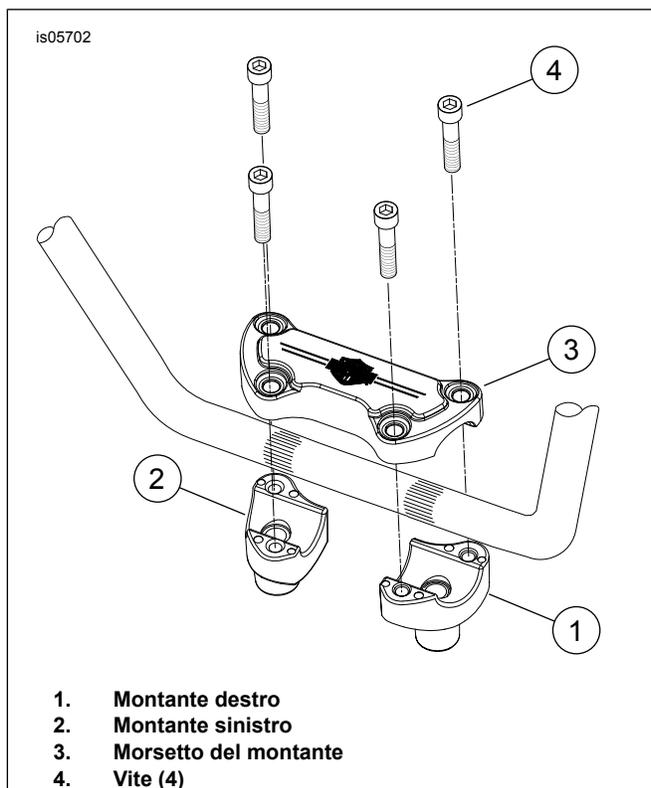
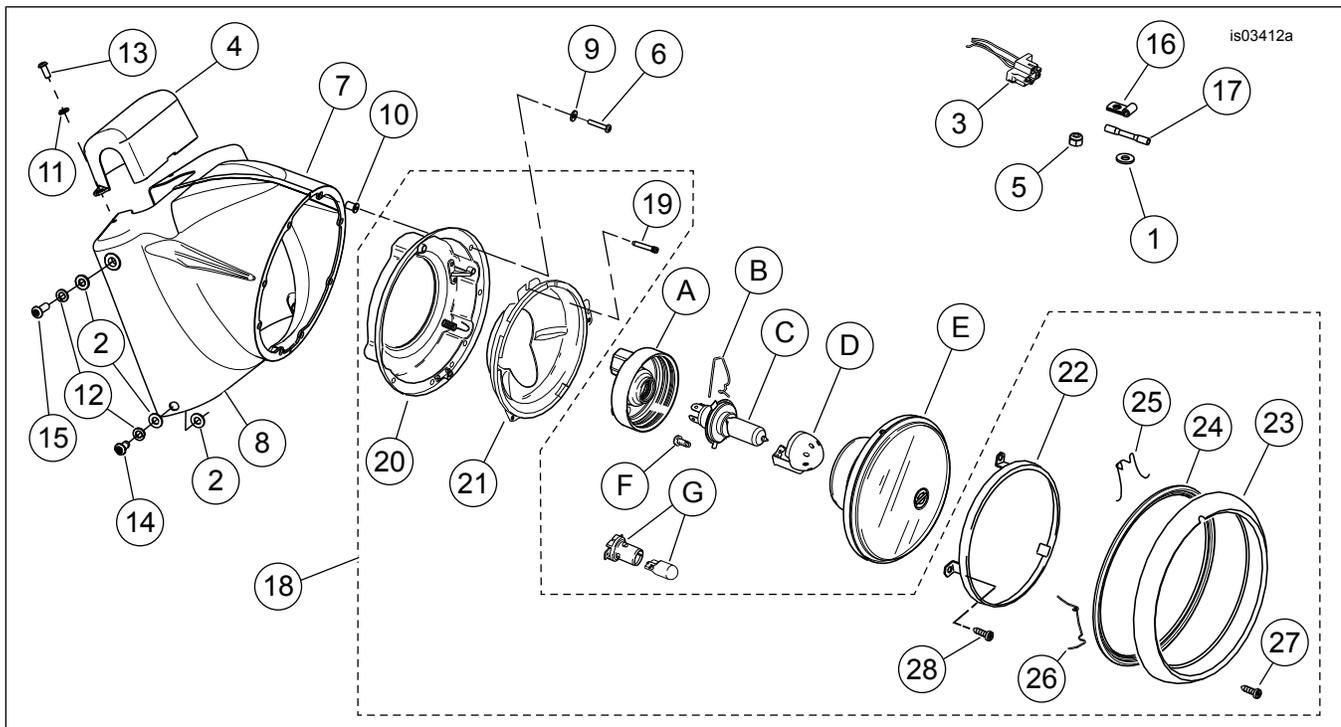

Figura 4. Orientamento del montante – FLSTC
Figura 10. Parti di ricambio: Kit gondola del faro anteriore Freight Train
- Vedere Figura 4. Installare i nuovi montanti (N° codice kit 46809-09), orientati come mostrato, sulla piastra superiore della forcella con le viti, le rondelle e le rondelle di sicurezza originali. Installare il cavo di massa e la rondella di sicurezza, a denti interni sulla vite destra del montante. Non serrare i dispositivi di fissaggio.
- Installare il morsetto del montante (3) sui montanti (1 e 2) sopra il manubrio con quattro viti (4) prese dal kit.
10. Vedere Figura 10. Inserire i dadi passanti (10) nei fori nelle gondole. Installare la gondola destra (7):
- Fissare la parte inferiore della gondola alla piastra della forcella una vite della lunghezza di 16 mm (5/8 in) (14), una rondella di sicurezza (12) e due rondelle piatte (2). Posizionare una rondella piatta all'interno e all'esterno della gondola per allineare questa a filo con i coperchi dei foderi della forcella. Non serrare i dispositivi di fissaggio.
- Fissare la parte superiore della gondola con una vite della lunghezza di 22 mm (7/8 in) una rondella di sicurezza (12) e due rondelle piatte (2). Posizionare la rondella piatta sulla parte esterna della gondola. La vite non deve andare in battuta nel foro. Non serrare i dispositivi di fissaggio.
11. Giuntare il cablaggio (3) del faro anteriore con i fili tagliati nel corso delle operazioni di cui al punto 6:
- Inserire ciascuna estremità di filo giuntata nelle estremità opposte di un connettore a giunto di testa a tenuta (17).
14. Vedere Figura 10. Fissare la tubazione del freno sul retro della gondola lato destro, usando due appositi morsetti (16) contenuti nel kit. Fissare i morsetti alla gondola del lato destro con le viti originali lunghe 16 mm (5/8 in), rondelle piatte con diam. interno da 6,4 mm (1/4 in) (1) e dadi bloccanti (5) (le rondelle devono essere installate sotto il dado).
17. Installare il faro anteriore e relativo guscio nella gondola usando otto rondelle (4) e viti (5) del kit.
18. Vedere Figura 10. Collocare al suo posto il coperchio del manubrio (4) e fissarlo con le viti lunghe (13) da 16 mm (5/8 in) e le rondelle di sicurezza (11).
4. Vedere Figura 10. Installare il gruppo dell'anello di finitura (23-26) del faro anteriore con la vite (27).